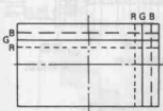

图18
- 将调节模块(c)深插入于偏转线圈和CRT之间, 通过向右调节偏转线圈的位置, 消除图 18 所示的误聚焦;